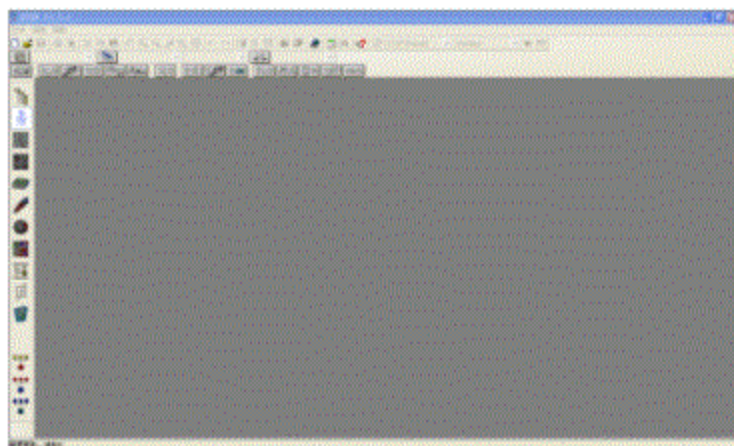

图 1-1 ETAP 11.1.1 界面
- 1、双击桌面上的“中文 ETAP 11.1.1”图标，打开 ETAP 11.1.1 中文版软件，如图 1-1所示。